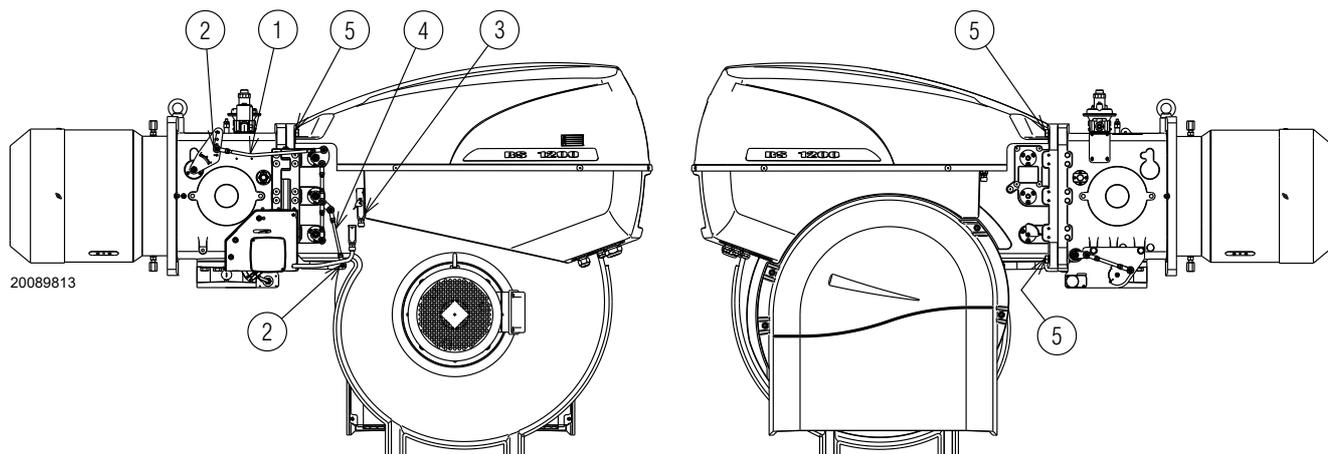

Fig. 36
- Enlever les tirants 1) et 4)(Fig. 36) du levier de déplacement de la tête et d'ouverture des volets en desserrant les écrous 2).